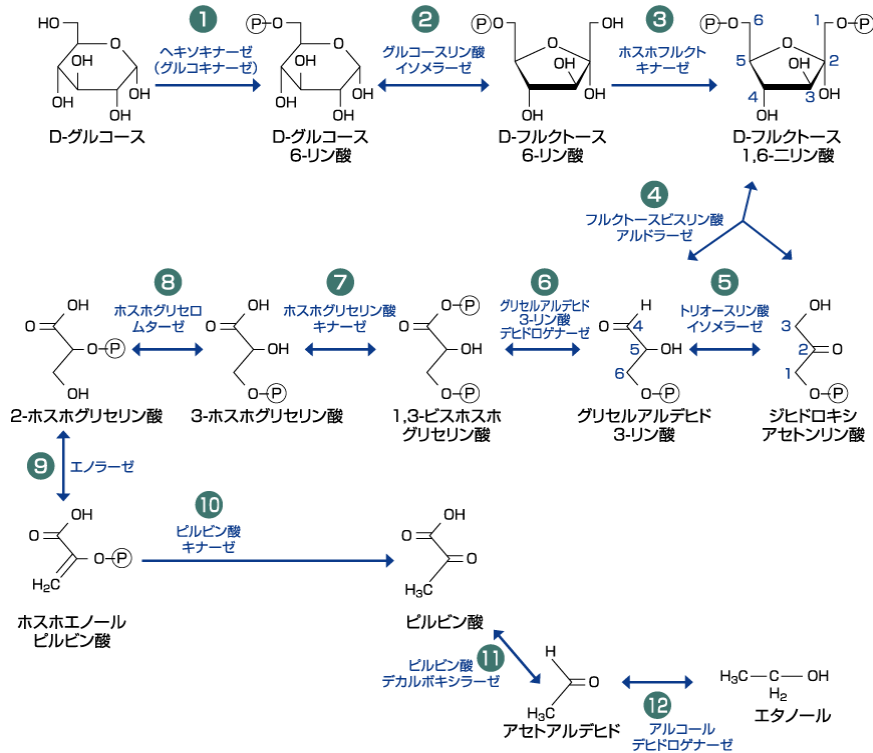

Fig. 1. グルコースからエタノールへの変換経路
グルコースからエタノールへの変換には 12 種類の酵素が関与しています(Fig. 1)。本キットは、それら 12 種類の耐熱性酵素による連続酵素反応によって、グルコースからエタノールへの変換を *in vitro* で可能とした実験用キットです。
本キットでは、Fig. 1 の 12 種類の酵素を①～⑪までの酵素混合液 (Enzyme Mix.)と⑫番目の Alcohol dehydrogenase 溶液の 2 つに分けております。これら 2 種類の酵素溶液、基質である Glucose 溶液、そして 10×Reaction buffer の計 4 種類の溶液をキットにしております。